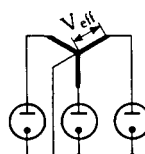

Fig. 4
* siehe Kapitel 2, Definitionen (Fig. 4)